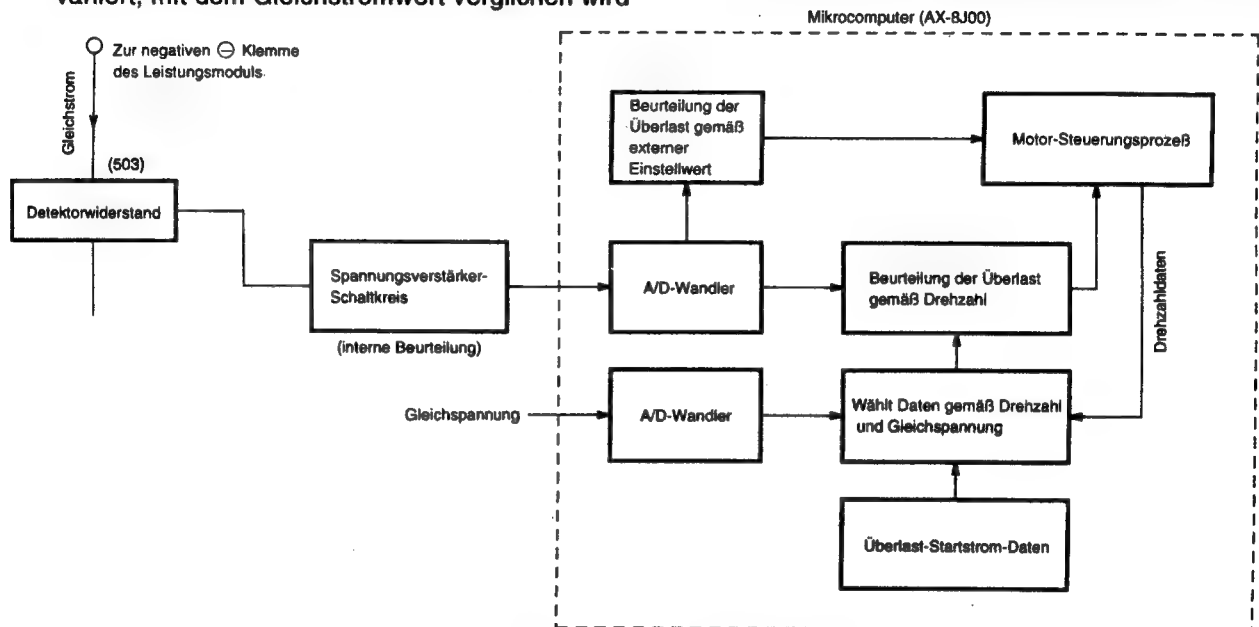

Abb. 8-4 Überlast-Steuersystem-Konfiguration
- Abb. 8-4 zeigt die Überlast-Steuersystem-Konfiguration und Abb. 8-5 ist ein Diagramm der Überlast-Beurteilungswerte. Es gibt zwei Beurteilungsmethoden - die externe Beurteilung, bei der ein externer Einstellwert mit dem Gleichstromwert verglichen wird (unabhängig von der Drehzahl), und die interne Beurteilung, bei der ein Einstellwert, der gemäß in der Mikrocomputer-Software programmierter Drehzahl variiert, mit dem Gleichstromwert verglichen wird